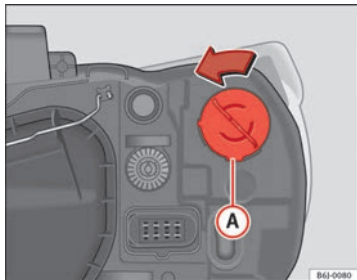

Abb. 147 Blinker bei
- Den Lampenträger ⇒ Abb. 147 **A** nach links drehen und ziehen.